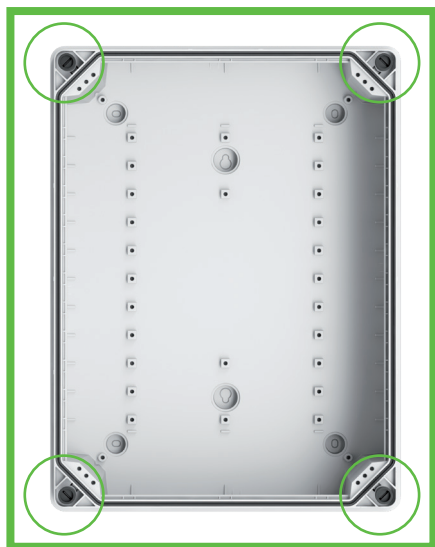

Fig. 4 : Points de fixation
- ▶ Repérez les points de fixation (Fig. 4).